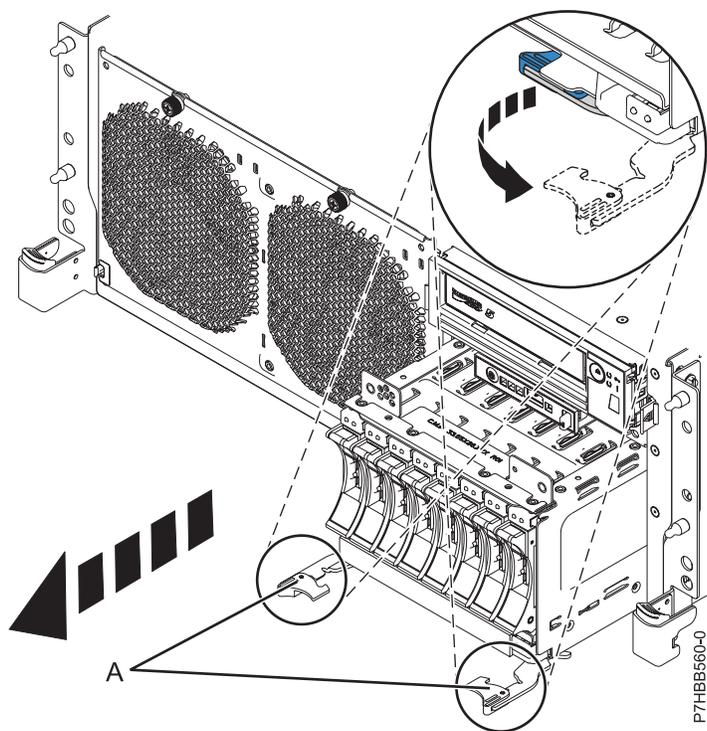
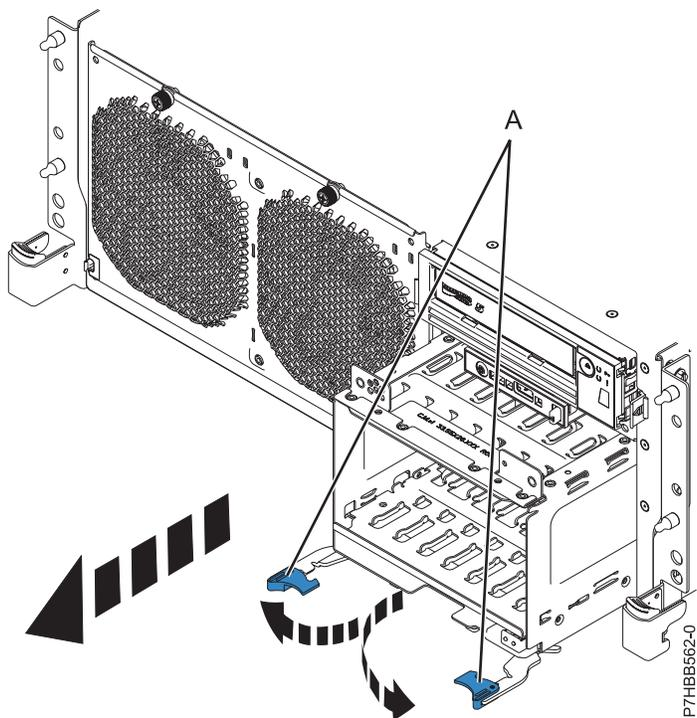

Figura 5. Remover o painel posterior preenchido com unidades de disco
Figura 6. Remover o painel posterior sem unidades de disco
15. Solte o painel posterior da unidade de disco puxando as pegas (A) do centro do painel posterior, como mostram Figura 5 na página 8 e Figura 6 na página 8.